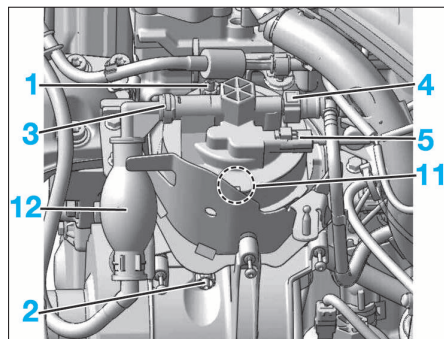

FIG. 42
- Vidanger le filtre en ouvrant (Fig.42) :
- la vis de mise à l'air (1)
- la vis de vidange (2).